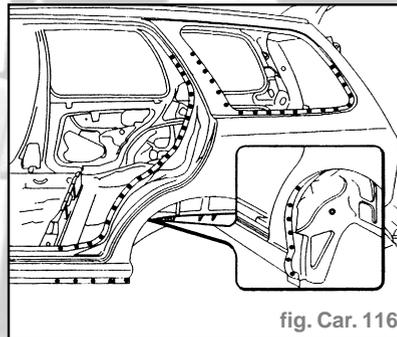

fig. Car. 116
- Effectuer la soudure électrique par points dans les zones indiquées (fig. Car. 116).